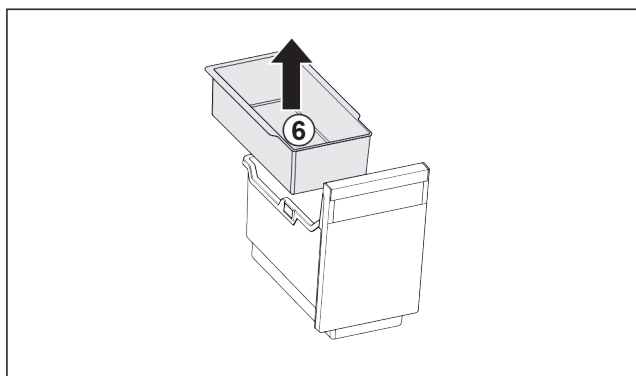

Fig. 100
- ▶ Vegye ki a beakasztható tálcát Fig. 100 (6).